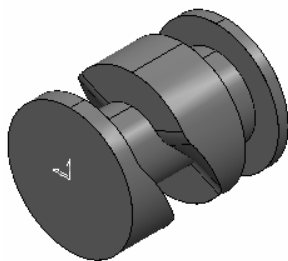

图 4-36 导入模型文件
2) 选择下拉菜单中的“文件”→“输入模型”命令，弹出“输入模型”对话框，选择“tulun.dgk”（“随书光盘：\第4章\4.2\uncompleted\tulun.dgk”）文件，单击“打开”按钮即可，如图4-36所示。